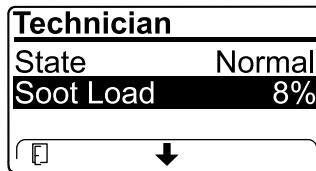

Figure 37
- Consultez la charge de suie mesurée dans le FAP sous forme d'un pourcentage (Figure 37); voir le tableau de charge de suie.